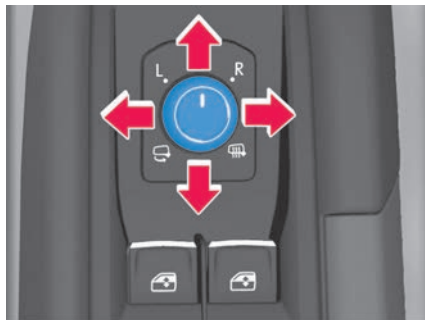

Abb. 70 In der Fahrertür: Drehknopf für die Außenspiegel.
2. Drehknopf in der Fahrertür auf das gewünschte Symbol drehen → **Abb. 70**.